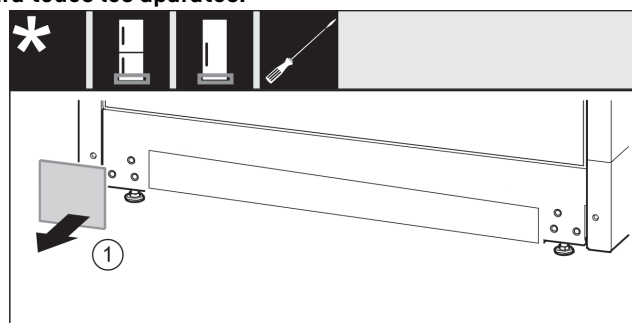

Fig. 15
- Retire la cubierta Fig. 15 (1).